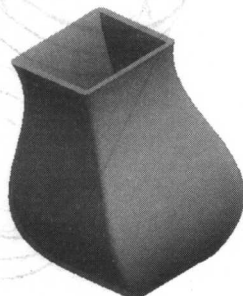

图 1-32
(5) 选择四条轨迹线所在的边，单击【倒圆角】工具按钮 ，输入圆角半径为 3，结果如图 1-32 所示。